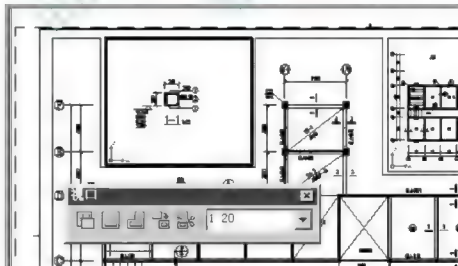

图 5.96 调整视图并设置出图比例
⑤ 将左上角视口设为当前视口，并用【窗口放大】命令调整至只显示“1-1 断面图”的状态，如图 5.96 所示。最后在【视口】工具栏右侧的文本框内设置该图的出图比例为 1 : 20。
由于前面在【页面设置管理器】内已经对打印设备、图纸尺寸和打印比例进行了设置,所以图 5.96 的【打印 - 布局 1】对话框内不需做任何设置。